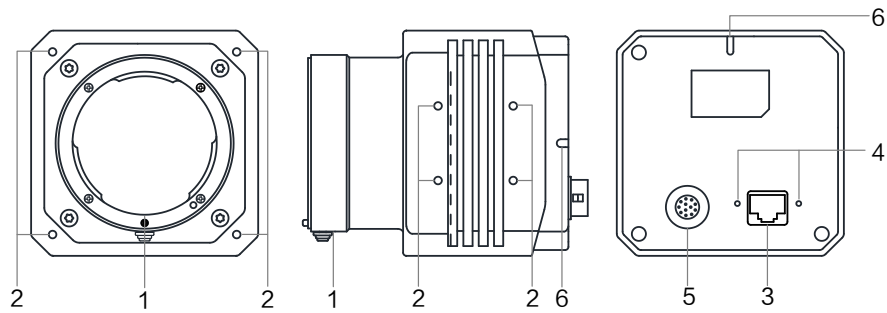

图4-5 F 口, 不带风扇
- 图 4-5 为 F 口，不带风扇的千兆网口面阵相机外观。
- F 口，不带风扇（图 4-5）